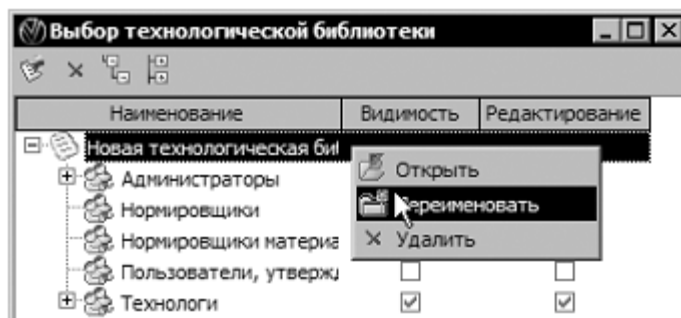

Рисунок 14
12. Установите курсор на названии «Новая технологическая библиотека» и выберите из контекстного меню команду Переименовать (рис. 14).